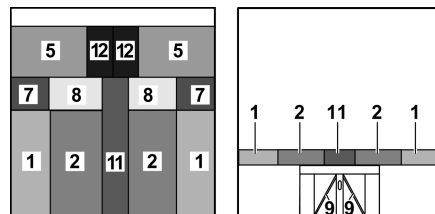

Bild 139 Nach dem Umbau
- Die Sitzpolster (Bild 139,2) der Längssitzbänke zur Mitte ziehen.
- Die Rückenpolster (Bild 139,1) der Längssitzbänke zwischen die Sitzpolster und die Außenwände legen.
- Die Sitzpolster (Bild 139,8) der Längssitzbank-Verbreiterung zur Mitte ziehen.
- Die Rückenpolster (Bild 139,7) der Längssitzbank-Verbreiterung zwischen die Sitzpolster und die Außenwände legen.
- Das Zusatzpolster (Bild 139,11) zwischen die Sitzpolster auf den Tisch legen.
- Die Zusatzpolster (Bild 139,12) auf die Sitzbankverlängerungen legen.